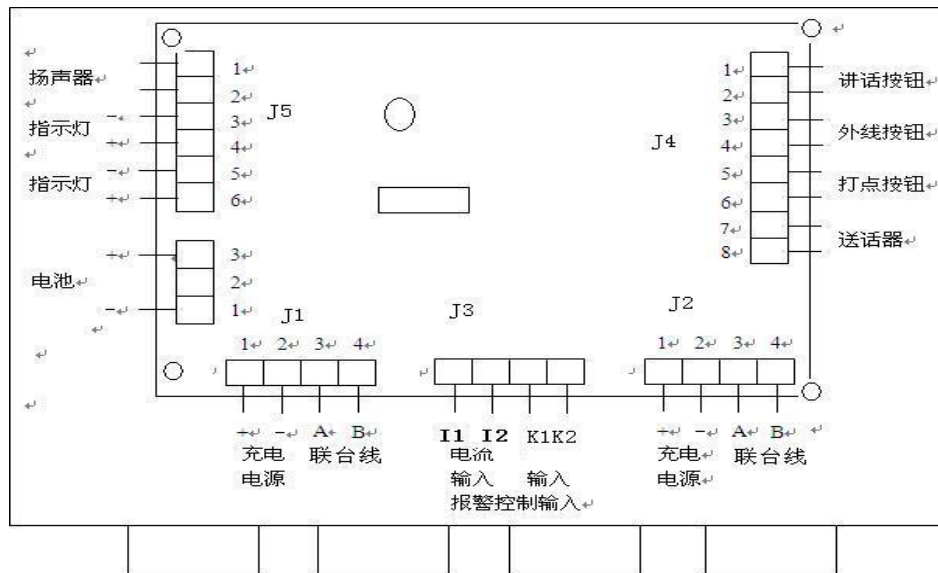

图 1
4.2.1 扩音电话线路板接线端子及引入装置引入电缆的芯线分配如图 1 所示，使用电缆推介型号：MHYP 1×2，1×3，1×4，1×5，1×6，1×7 (1/0.97mm，7/0.37mm，1/1.13mm，7/0.43mm，1/1.38mm，7/0.52mm)。J1J2 的 1、2 端子接电源正负，3、4 端子接联合线，不能接反。J3 的 K1、K2 端子是开关量报警信号输入，其余端子线出厂已接好。
连接设备如图 1 所示, 调整信号发生器, 使之输出为 1000Hz、70mV, 接入 1#扩音电话 MIC, 在距 2#扩应电话 1m 处测试语音声强; 用失真度测试仪测试喇叭失真度; 按 MT/T824 中 5.3.3.4 的方法在 350~3000Hz 内测试频率响应特性。
连接设备如图 1 所示, 调整信号发生器, 使之输出为 1000Hz、70mV, 接入 1#扩音电话 MIC, 在距 2#扩应电话 1m 处测试语音声强; 用失真度测试仪测试联合设备的喇叭失真度; 按 MT/T824 中 5.3.3.4 的方法在 350~3000Hz 内测试频率响应特性; 保持 70mV 信号不变, 改变输入频率最小 350HZ, 最大 3000HZ, 测量扬声器两端的电平, 与 1000HZ 是的电平比较, 是不是在 6dB 之内。
在图 1 接线的基础上，按照图 3 接入滑动变阻器，将稳压电源调至 24V，按下按钮开关，调节滑动变阻器使电流表输出 200mA 时，测量输出节点电压降，并计算导通电阻。